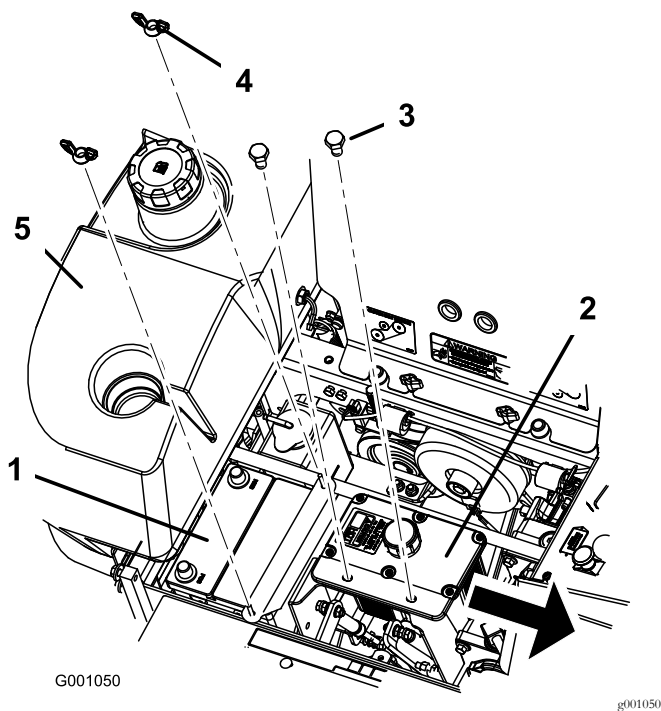

Figura 51
6. Retire ambas tuercas de orejeta (1/4") que fijan la brida de la batería (Figura 51).
7. Retire los dos pernos que sujetan el depósito de aceite hidráulico (Figura 51).
6. Fije la batería con pernos en J, una brida de sujeción y 2 arandelas ($\frac{1}{4}$ "), y 2 tuercas de orejeta ($\frac{1}{4}$ ") (Figura 51).